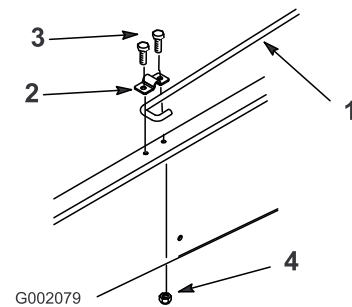

Figure 10
6. Desserrez le boulon de fixation de l'attache de la béquille jusqu'à ce que vous puissiez faire passer l'extrémité en J de la béquille sous l'attache (Figure 10).
7. Serrez le boulon et fixez l'autre côté de l'attache avec un autre boulon (5/16 x 3/4 pouce) et un écrou à embase (5/16 pouce) (Figure 10).